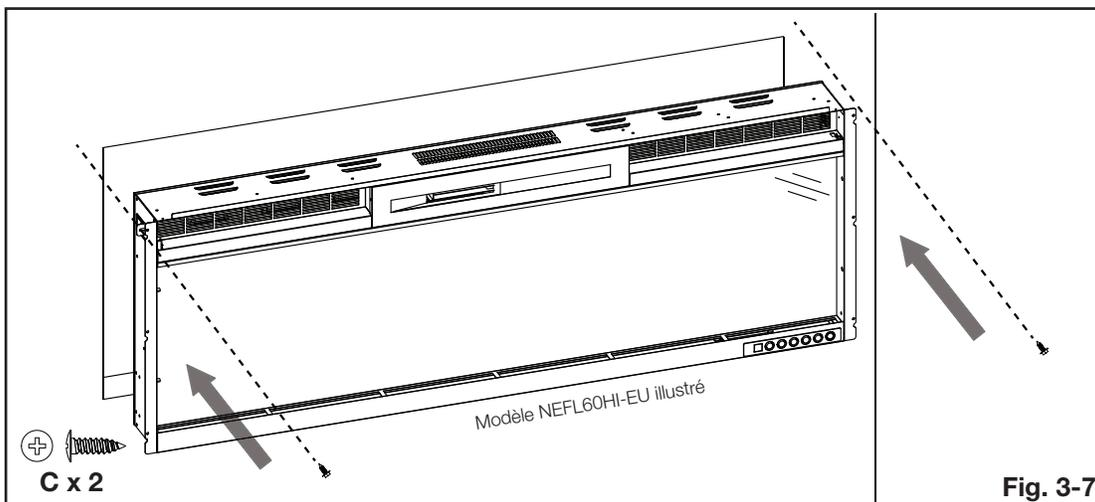

Fig. 3-7
- C. Insérer l'appareil dans le cadre sommaire installé au préalable et le fixer avec deux vis (fournies) dans les supports métalliques (Fig. 3-7).